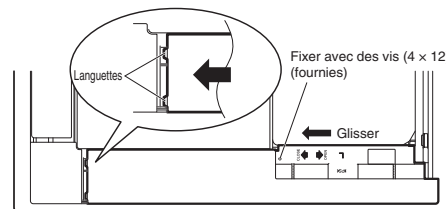

Fig. 7-11
- (1) Glisser le panneau latéral dans la direction de la flèche pour l'installer. (Fig. 7-11)